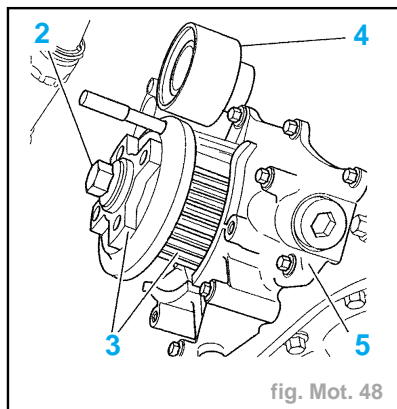

fig. Mot. 48
- Déposer (fig. Mot. 48) :
- la vis (2),
- le pignon de vilebrequin (3),
- le galet enrrouleur (4),
- la pompe à huile (5),